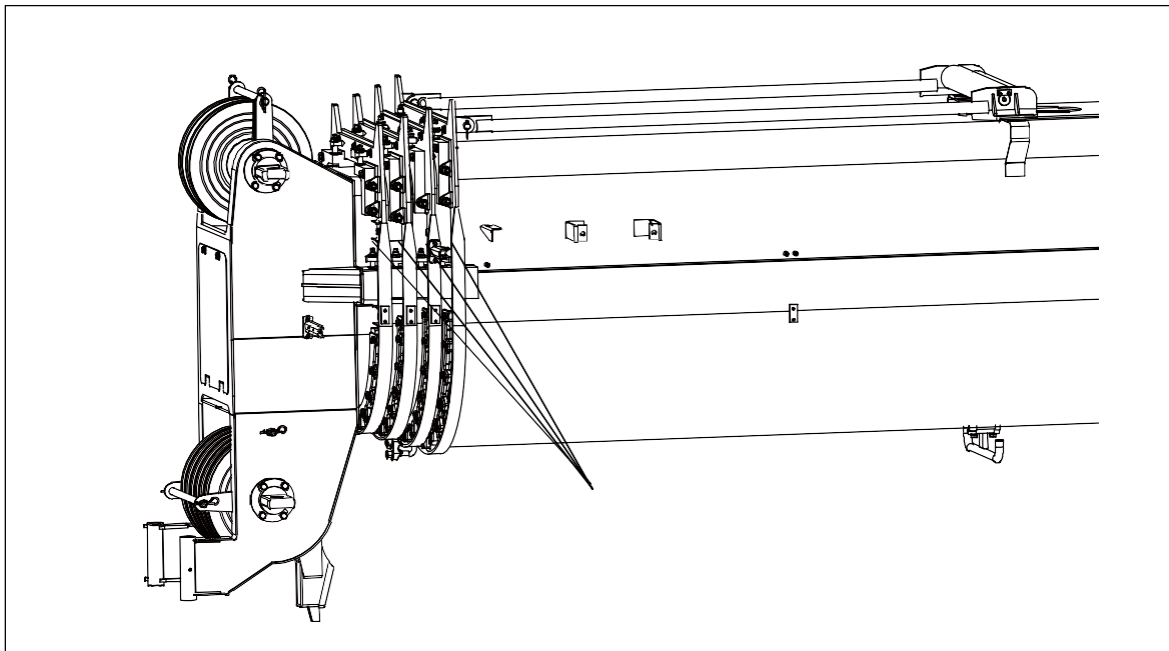

Figura 7-33 Ajuste o parafuso limite
- F. Ajuste o parafuso limitador no lado esquerdo da cabeça da lança (visto a partir da direção de deslocamento) para manter uma folga de 1-2 mm entre sua face final e o bloco de rolamento na cabeça da lança. Depois disso, aperte a contraporca. Consulte a figura 7-33.